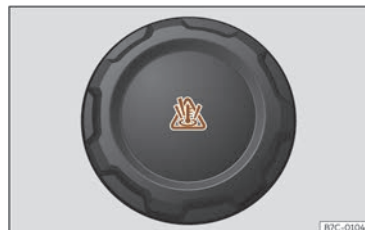

Fig. 217 Obertura davantera: tap del dipòsit d'expansió del líquid refrigerant.
- El dipòsit d'expansió del líquid refrigerant del motor es reconeix pel símbol que hi ha sobre la tapa  >>> **fig. 217**